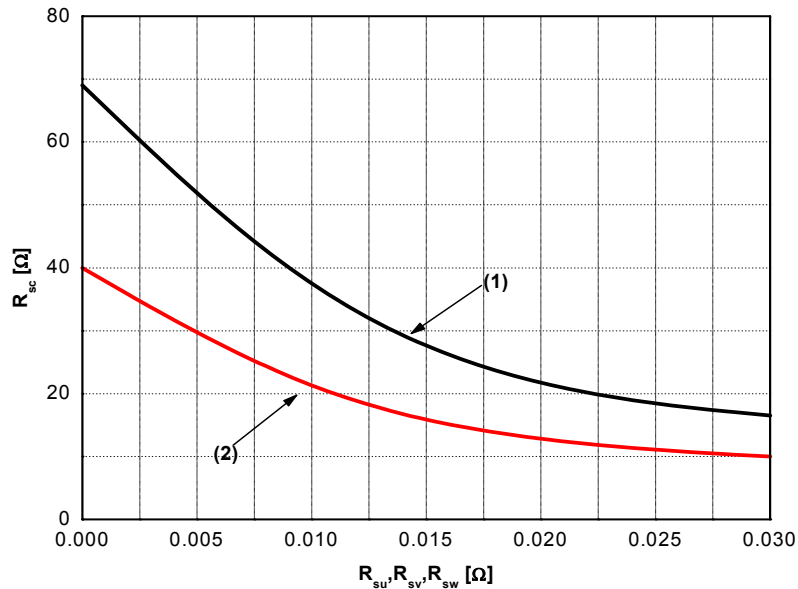

图 6. 短路保护分流电阻 (R_{SU} , R_{SV} , R_{SW}) 的改变对 R_{SC} 的影响
5. 短路电流保护仅作用于低端。外接检测电阻 (R_{SC}) 的阻值建议约为 40 Ω , 以保证当分流电阻 (R_{SU}, R_{SV}, R_{SW}) 为 0 Ω 时, 短路触发电平约为 75 A。若需了解外接检测电阻 (R_{SC}) 和分流电阻 (R_{SU}, R_{SV}, R_{SW}) 间关系的详细信息, 请参阅图 6。